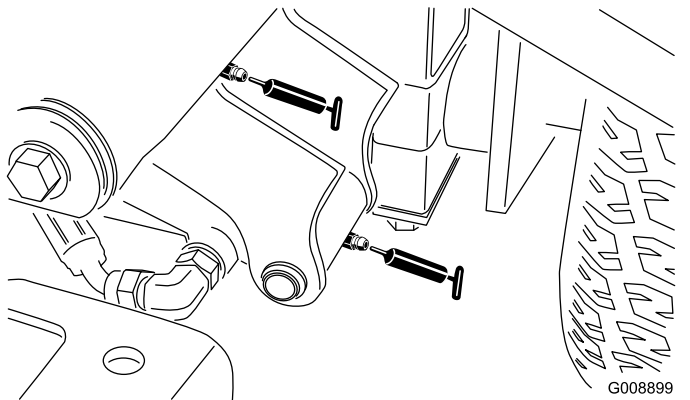

**Bild 49**
- Hintere Hubarm-Drehbüchsen und Hubzylinder (2) (Bild 49)